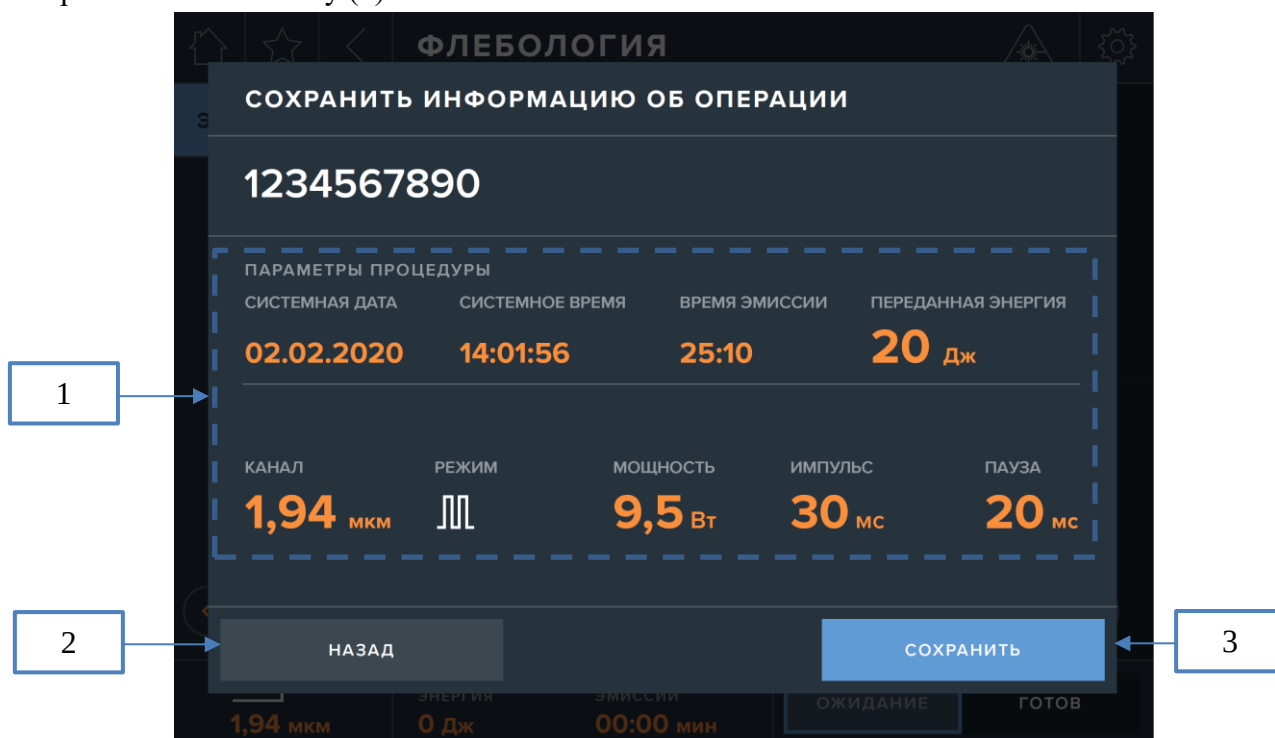

Рис. 24. Экран сохранения информации об операции
Для перехода на следующий экран сохранения информации об операции (рис. 24) необходимо нажать кнопку (5).
На экране рис. 24 показаны основные параметры сохраняемой процедуры (1). Для сохранения информации об операции нажмите кнопку (3). Для возврата на предыдущий экран нажмите кнопку (2).